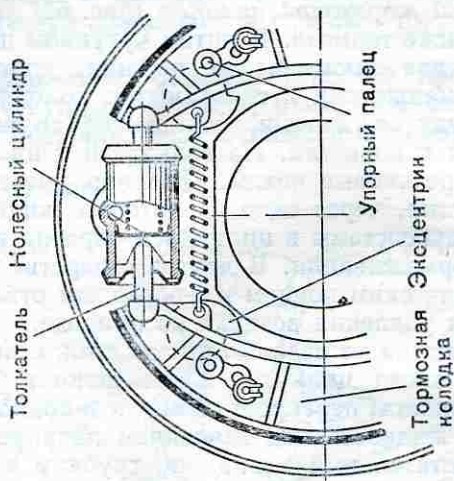

Рис. 64. Основные элементы гидропривода тормозов
*Главный тормозной цилиндр* (рис. 64) представляет собой литой чугунный цилиндр, в котором установлены алюминиевый поршень, уплотненный в цилиндре резино-
*Колесный тормозной цилиндр* (рис. 64) установлен на опорном диске тормоза. В литом чугунном цилиндре расположены два алюминиевых поршня, уплотненных резиновыми манжетами и связанных с колодками толкателями. Между манжетами установлена пружина, прижимающая их к поршням. На толкатели и цилиндр надеты защитные резиновые чехлы. Цилиндр имеет два резьбовых отверстия, через одно из которых жидкость перетекает из гидросистемы в цилиндр и обратно при торможении и оттормаживании. В другое отверстие ввернут вентиль с коническим концом и т-образным отверстием, служащим для удаления воздуха из привода.